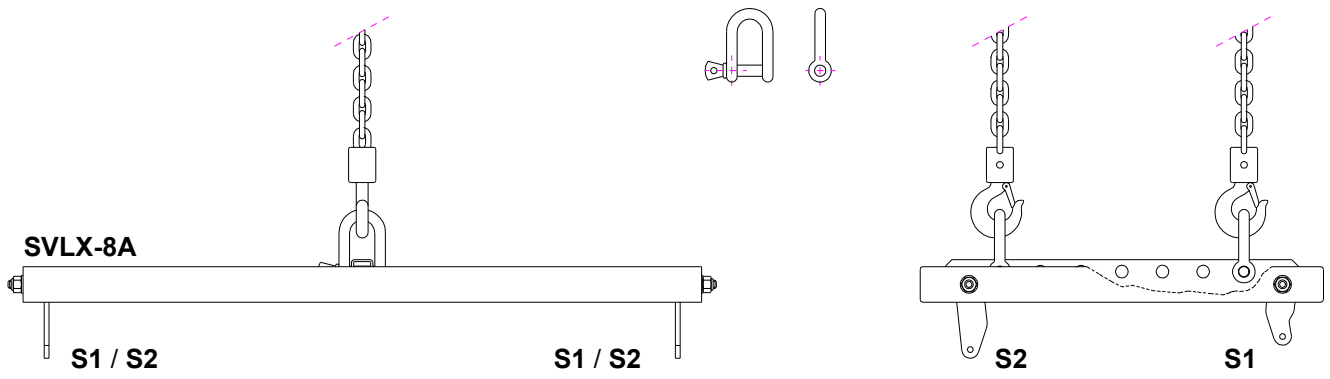

Fig. 1
4.1 - Colocar los grilletes del soporte de volado **SVLX-8A** fig. 1, en la posición adecuada para que al elevar todo el sistema quede por gravedad, posicionado de la forma prevista para una óptima orientación del equipo.
4.1 - Place the **SVLX-8A** support hooks as in fig. 1, in position so that when the system is lifted it raises correctly and achieves maximum system orientation.